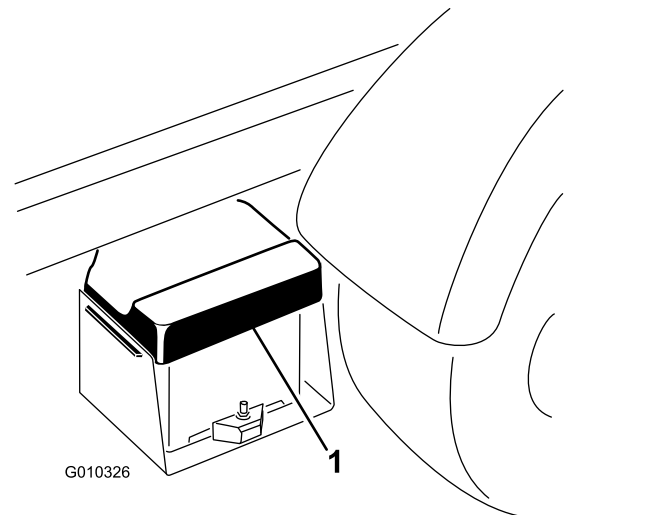

図 4
1. バッテリーカバーを握り込んで、タブをバッテリーベースから外す 図 4。
2. バッテリーベースからバッテリーを取り外す 図 4。
6. バッテリーベースにバッテリーカバーを合わせる 図 4。
7. バッテリーカバーを握り込んで、タブをバッテリーベースに合わせ、力をゆるめるとカバーがセットされる 図 4。